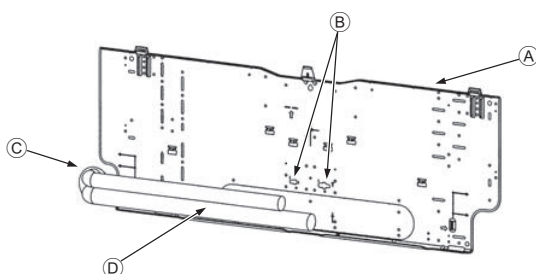

Fig. 3-5
- Vis de fixation (4 x 25) ②
- ① Planche d'installation ①
3.3. Lors de l'insertion des tuyaux dans le mur (Fig. 3-5)
- ▲ Planche d'installation ①